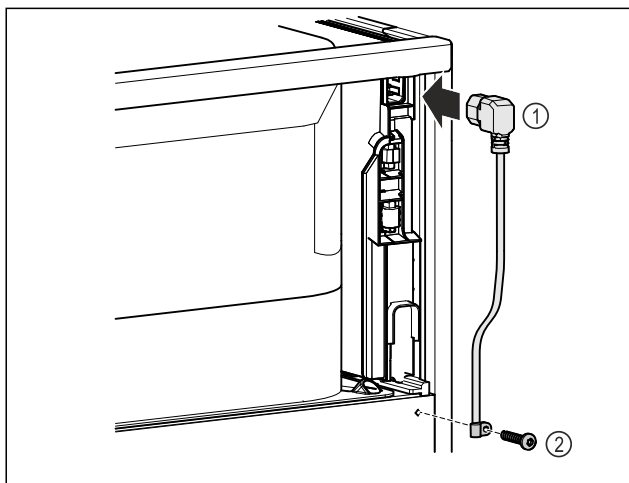

Fig. 68
- ▶ Вставьте разъем сетевого кабеля, предназначенный для устройств, не выделяющих тепла, Fig. 68 (1) с задней стороны устройства.
- ▶ Установите приспособление для разгрузки натяжения кабеля. Fig. 68 (2)